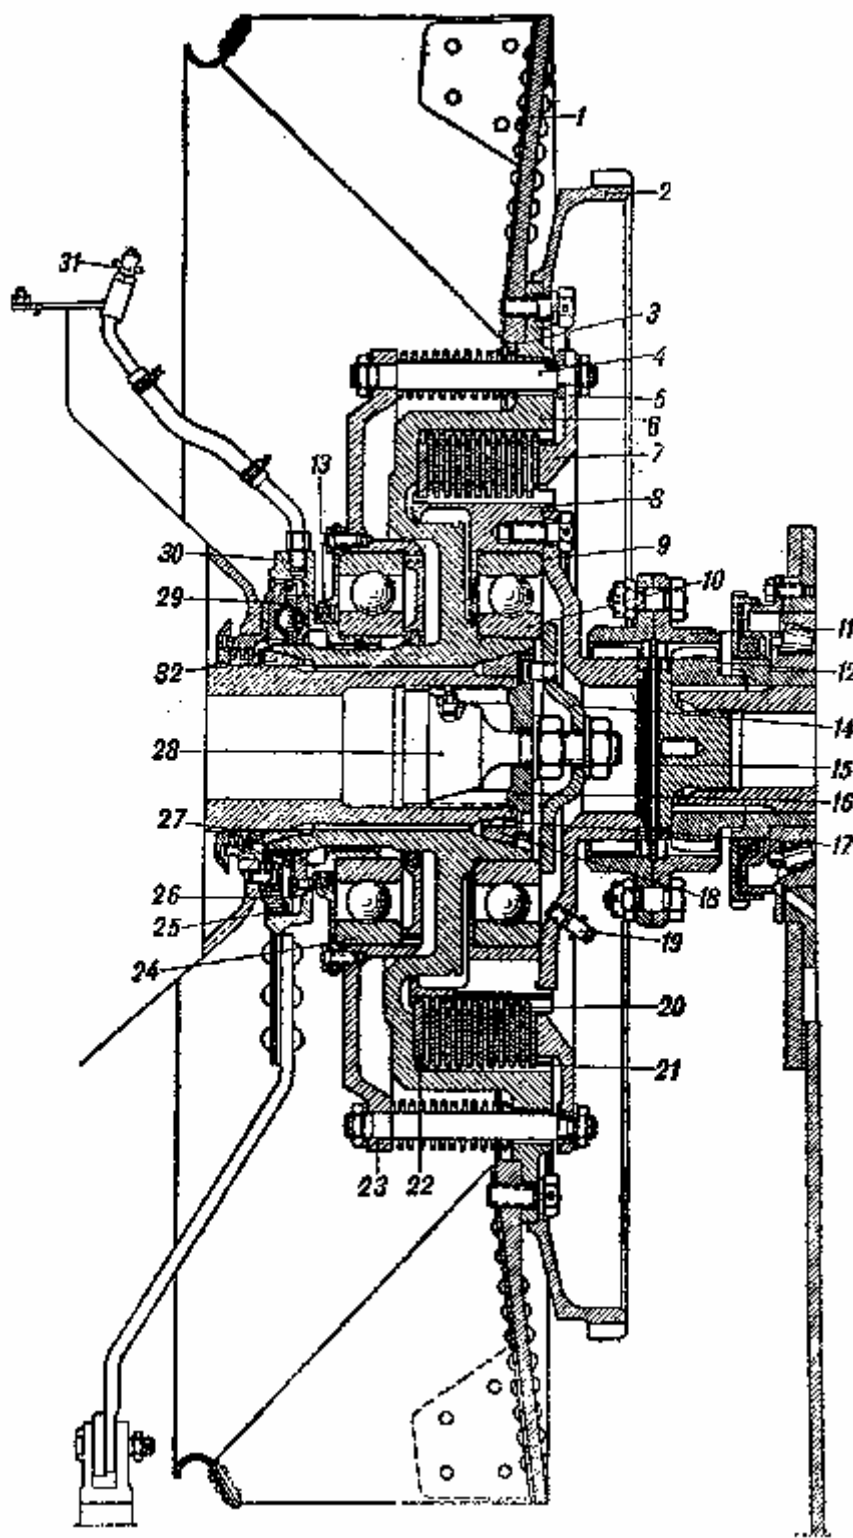
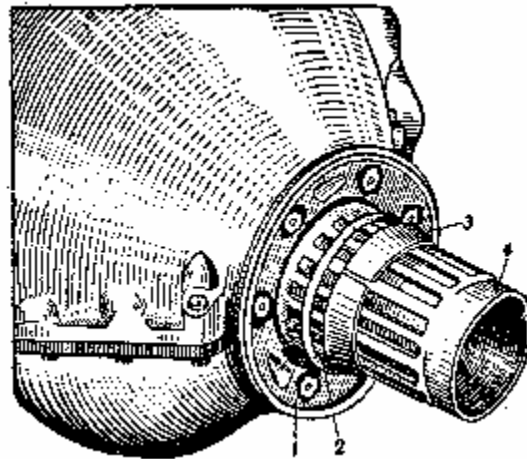

Рис. 83. Главный фрикцион.
Рис. 87. Носок вала двигателя перед установкой главного фрикциона:
Главный фрикцион представляет собой многодисковую выключающуюся муфту трения (рис. 83). Он разделяется на ведущие части, соединённые с коленчатым валом двигателя, ведомые части, соединённые с ведущим валом коробки перемены передач, и механизм выключения.
На цилиндрической части ступицы маховика установлен шарикоподшипник 10 (см. рис. 83), на котором посажен ведомый барабан 8. Он имеет на наружной поверхности зубья, с которыми соединяются зубья ведомых дисков. Благодаря такому соединению диски вращаются вместе с барабаном как одно целое.
При нажатии на педаль 1 усилие через наклонную тягу 2 передаётся продольной тяге 4, соединённой с коротким плечом рычага 6. Длинное плечо рычага 6, соединённое с поперечной тягой 7, передаёт усилие рычагу поводковой коробки 8, которая поворачивается в подшипнике 24 (см. рис. 83).
- 4) Запрессовать шарикоподшипники 10 и 24 (см. рис. 83) в гнезда ведомого барабана 8 и отжимного диска 23.
- 17) Надеть на вал двигателя ориентировочно до общей толщины в 4 мм регулировочные кольца 2 (рис. 87) и бронзовый конус 32 (см рис. 83) — утолщённым торцом в сторону двигателя.
- 18) Поставить сепаратор с шариками, обильно смазанными консталином, в неподвижную чашку механизма выключения и надеть уплотняющее пружинное кольцо 25 (см. рис. 83)
- 28) Установить и закрепить на хвостовике распорного конуса фланец 14 (см. рис. 83), фиксирующий ведомую часть фрикциона на ступице маховика. Штифт, ввёрнутый во фланец, должен находиться в одном из отверстий пробки 16.